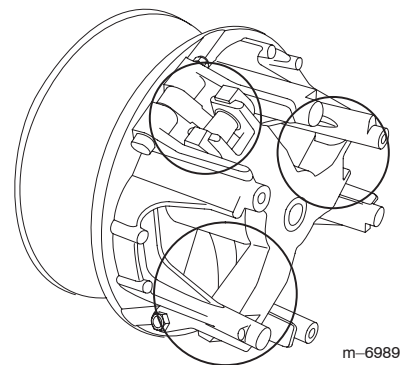

Bild 53
6. Schmieren Sie die beweglichen Teile in den Bereichen, die in Bild 53 eingekreist sind, mit Toro Dry Lubricant Spray ein. Sie erhalten den Spray von Ihrem Toro Vertragshändler oder Distributor.